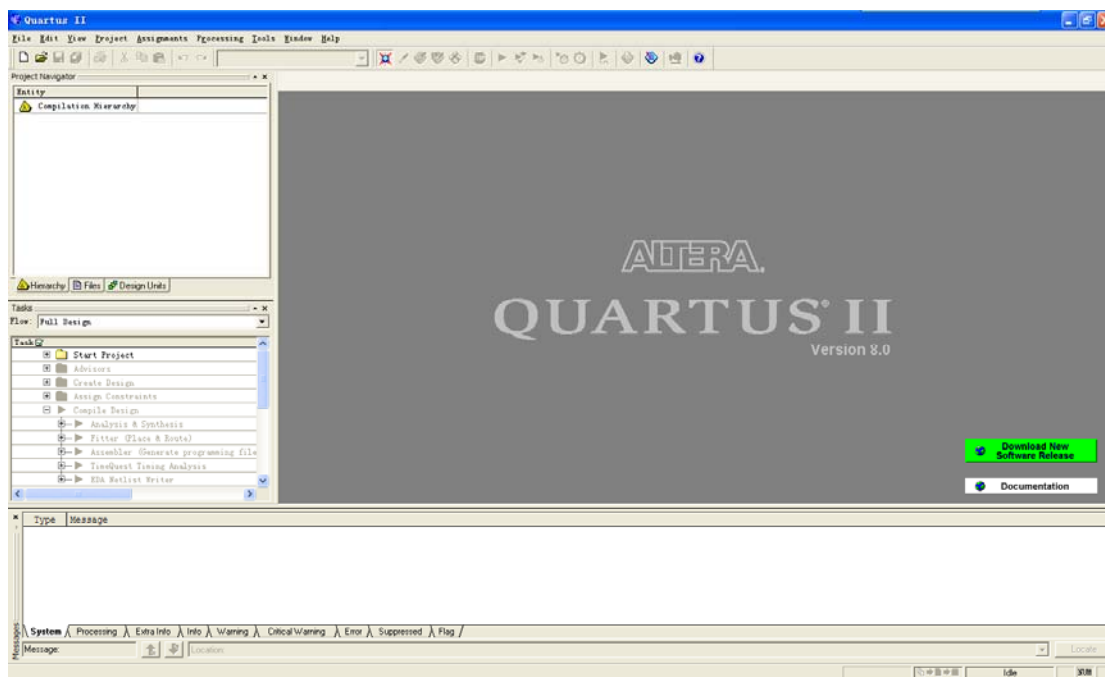

图 2-1 Quartus II 工作环境界面
1. 打开 Quartus II 工作环境，如图 2-1 所示。